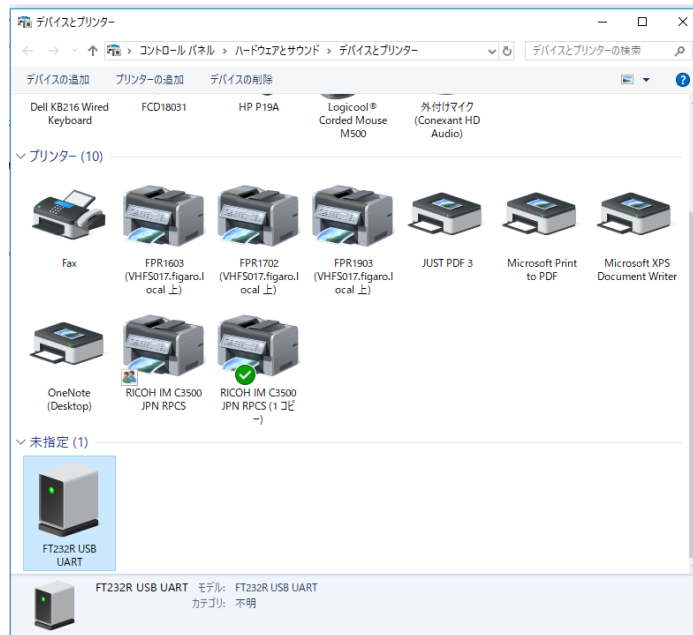

图 5 USB 驱动器图标（设备与打印机显示图例）
- ① 打开[USB Driver]文件夹，双击以下运行软件文档。
- ② 显示允许使用协议后，确认内容并选择[同意]后，点击[下一步]，开始安装。
- ③ USB 驱动器安装完毕后，点击[完成]键，关闭安装画面。
- ④ 使用附属的 USB 连接线将本通信基板的 USB 端子连接到电脑的 USB 端子。
- ⑤ 将 EM7000 上的电源开关 SW1 置于 ON 的位置，确认电脑画面中 USB 驱动器已被识别。
- ⑥ 从开始菜单的“设置”中选择“设备”再从相关设置中选择“设备与打印机”。
- ⑦ 右键点击 USB 驱动器图标 “FT232R USB UART”，选择“属性”（图 5）。